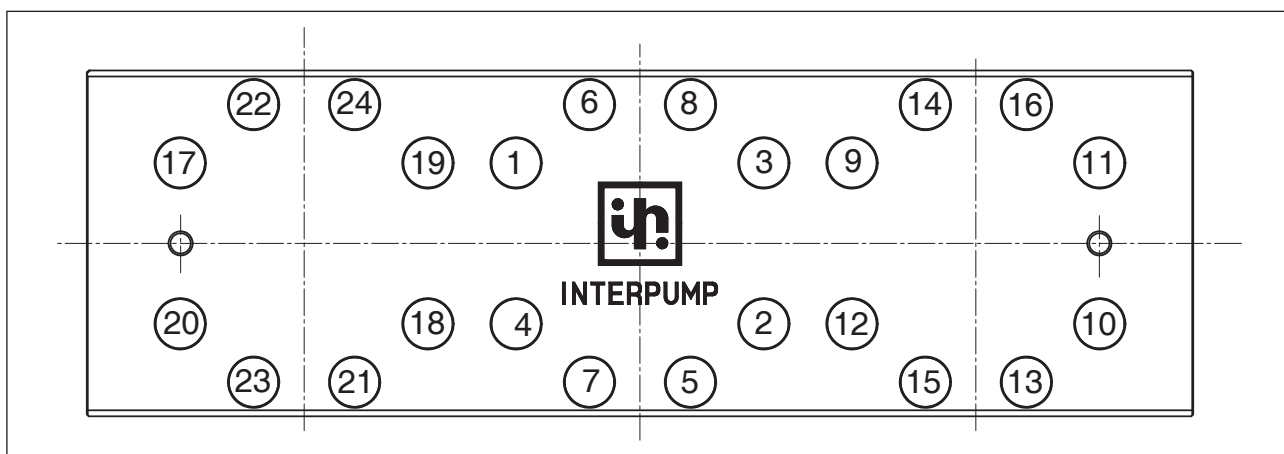

Рис. 197
**Затяните 24 винта M16 согласно схеме на Рис. 197.**